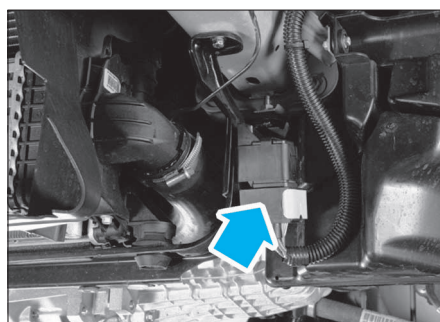

FIG. 3
- Débrancher le connecteur du relais de bougie de préchauffage (Fig.3).